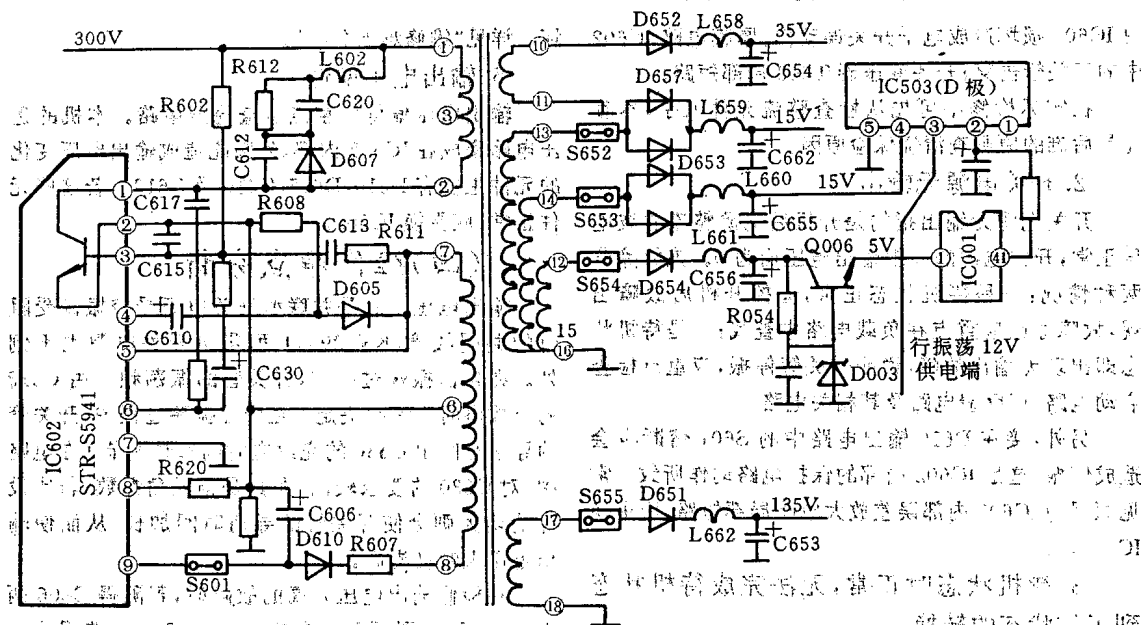

图 12-2
为了简化电路,提高开关电源的稳定性和可靠性,KV-2900T 型彩电的开关电源采用高集成度大功率厚膜电路,将开关管、取样放大电路、脉宽调制电路全部集成在厚膜电路 IC602 内部。应用电路如图 12-2 所示。
从图 12-2 可以看出,该机的开关电源共有 5 组输出电压。D653 整流输出的 135V 电压给行输出电路供电,D653 整流输出的 15V 电压经 IC503 稳压成 12V 后从③脚输出给行振荡电路供电。遥控关机时,微处理器 IC001 的④脚呈 5V 高电位,该电压送至 IC503 的②脚,破坏了 IC503 的工作条件,使③脚输出的 12V 电压变为 0,从而使行扫描电路停止工作。